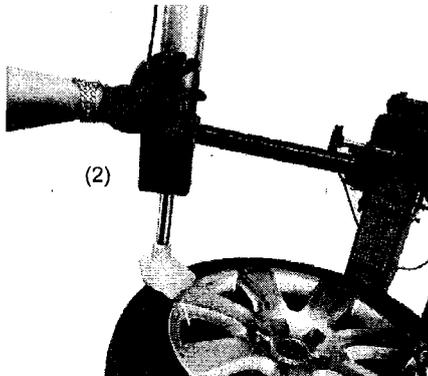

Fig.13
Placez maintenant l'abaisse-talon (2) à gauche à l'opposé de l'outil de démontage (1). Actionner le levier de commande pour descendre l'abaisse-talon jusqu'à l'échancrure de la jante. (Fig.13)